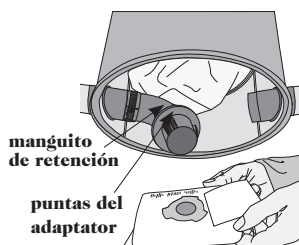

figura 7
3. Instale con cuidado la nueva bolsa alineando las muescas de la bolsa con las puntas del adaptador **(figura 7).**